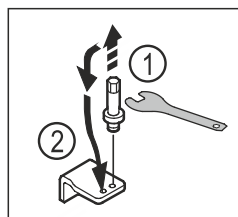

Fig. 13
- ▶ Kierrä alemman laakerijalustan pulttit ulos SW5-ulkokuvioavaimella. Fig. 13 (1)
- ▶ Aseta pulttit vastapäiselle puolelle. Fig. 13 (2)